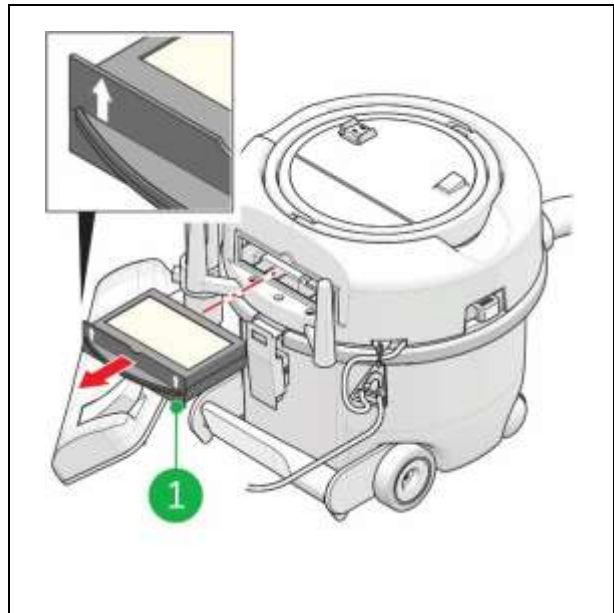

Figure 22
1. Retirez le filtre à cassette (fig. 22, pos. 1) du capot de l' Dry Plus .